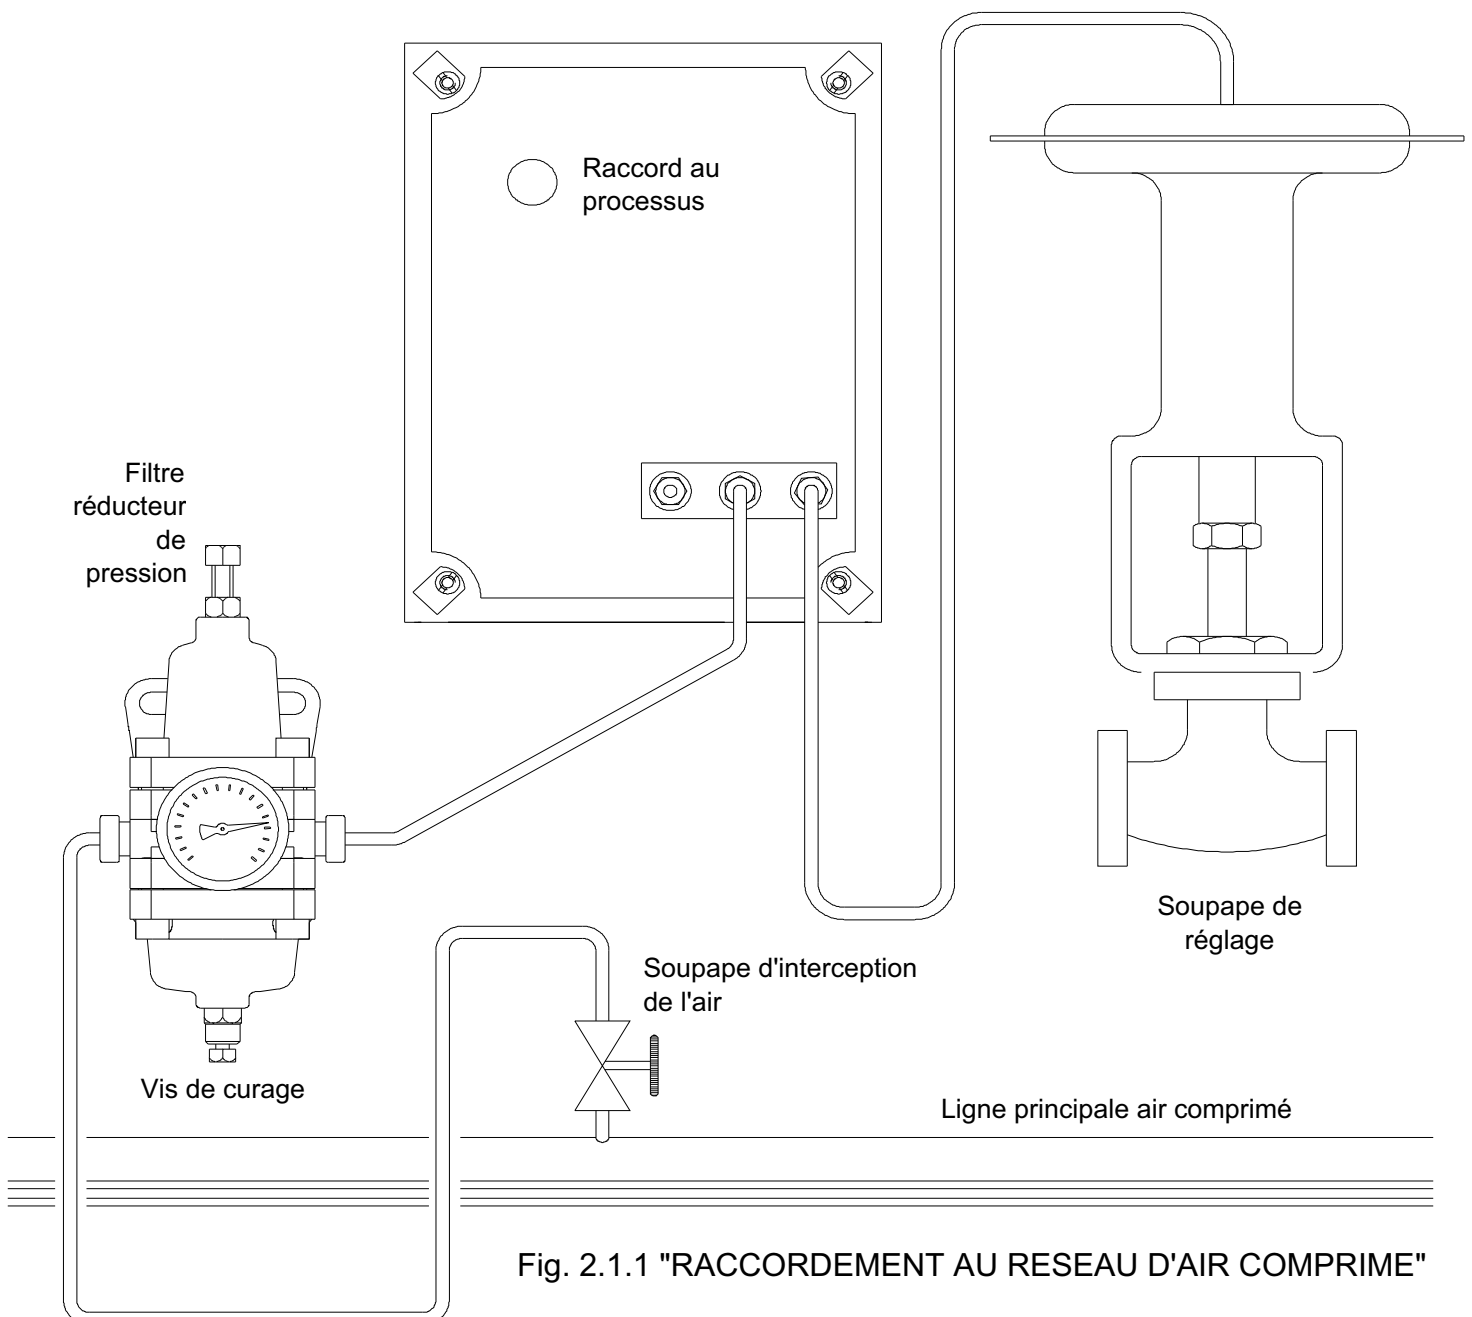
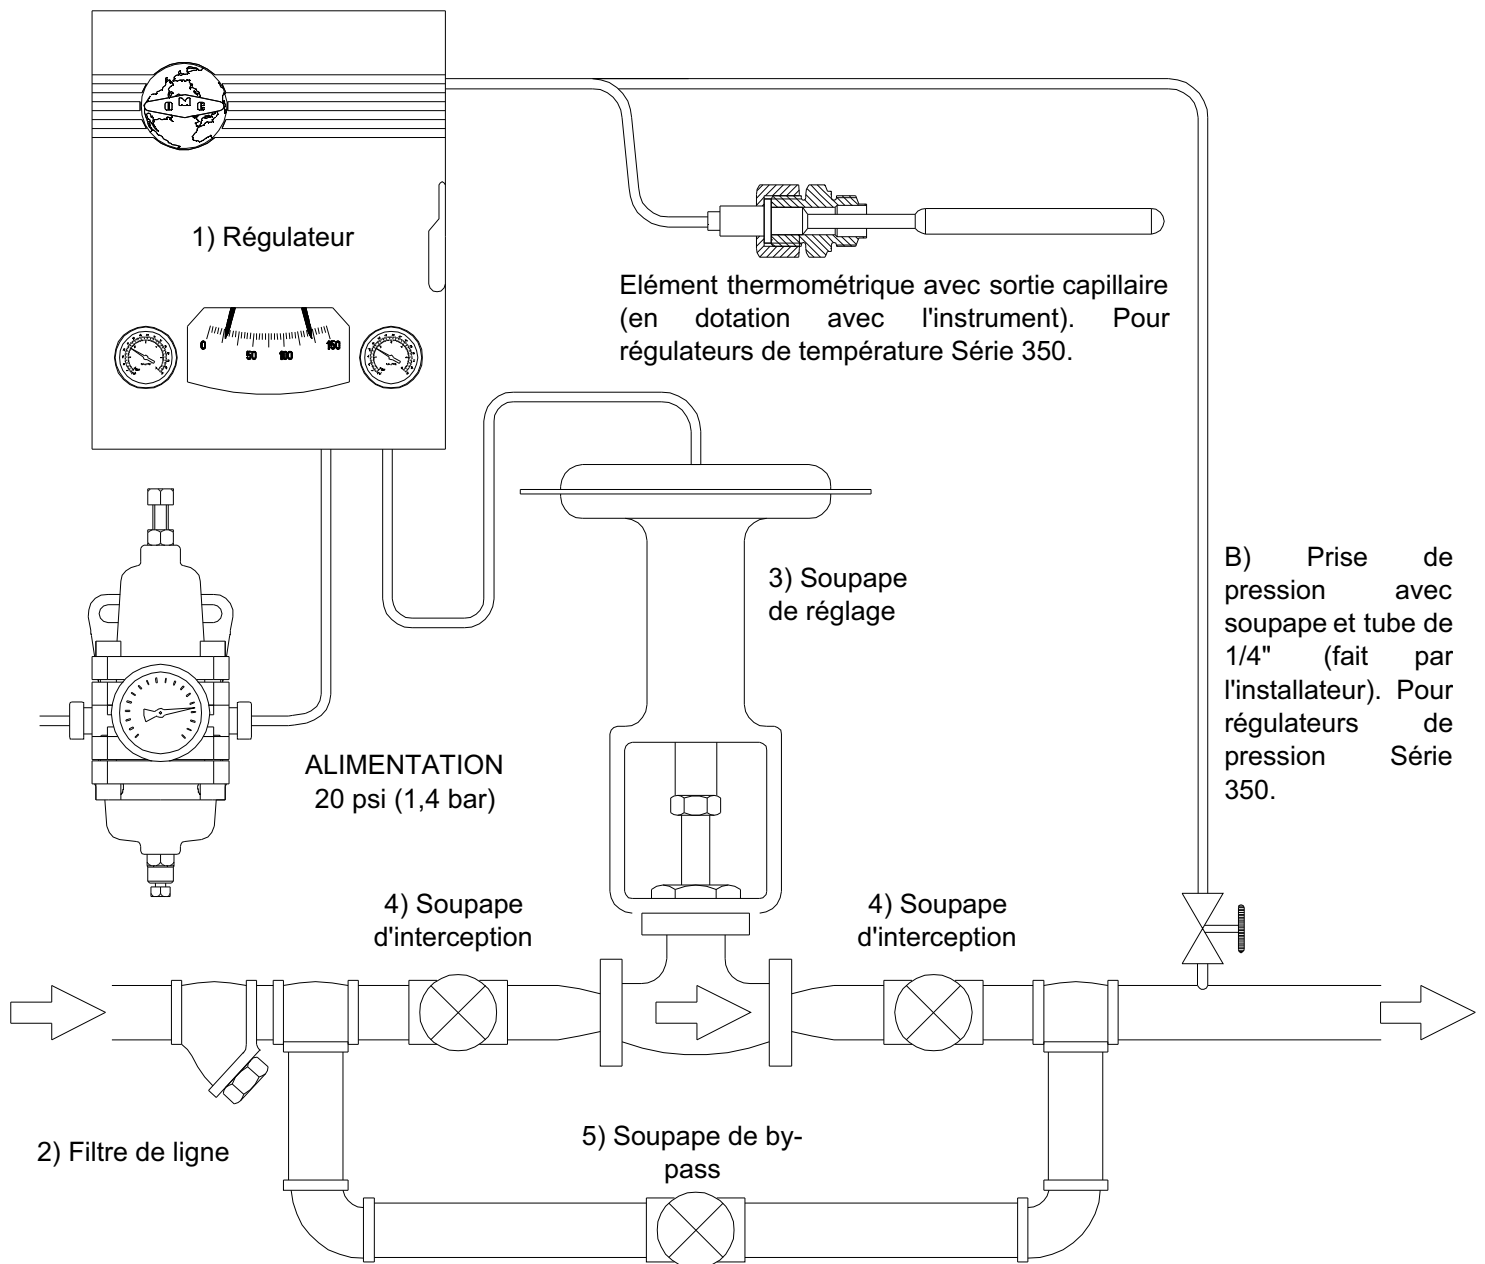

Fig. 2.1.1 "RACCORDEMENT AU RESEAU D'AIR COMPRIME"
Fig. 2.2.1 "RACCORDEMENT A LA SOUPE DE REGLAGE"
### 2.1. RACCORDEMENT AU RESEAU AIR COMPRIME (Fig. 2.1.1)
## 2.2. RACCORDEMENT A LA SOUPE DE REGLAGE (Fig. 2.2.1)
**C** - Ouvrir totalement les soupapes d'interception placées en amont et en aval de la soupape de réglage, en s'assurant que la soupape de by-pass soit fermée (voir Fig. 2.2.1)
**A** - Alimenter l'appareil avec de l'air à 20 psi ( $\pm 1,5$ ) et ouvrir la vis de curage du filtre réducteur de pression (voir Fig. 2.1.1) jusqu'au complet échappement d'éventuels condensats.
**B** - En agissant sur la poignée de "Set-Point" (25), placer l'indicateur rouge (22) du régulateur sur la valeur désirée.
**C** - Tourner la bande proportionnelle (10) à 0% en s'assurant que l'action de l'instrument soit correcte (DIRECT = signal de sortie directement proportionnel au variable réglé; REVERSE = signal de sortie inversement proportionnel au variable réglé).
**D** - Si la soupape de réglage (3) est équipée d'un by-pass (5), contrôler que celle-ci soit bien fermée et que la soupape d'interception en aval (4) soit complètement ouverte (voir Fig.2.2.1).
**E** - Ouvrir lentement et complètement la soupape d'interception en amont de la soupape de réglage (voir 4 Fig. 2.2.1).
**C** - Tourner la bande proportionnelle (10) à 20% en s'assurant que l'action de l'instrument est celle demandée (DIRECT = signal de sortie directement proportionnel au variable réglé; REVERSE = signal de sortie inversement proportionnel au variable réglé).
**D** - Si la soupape de réglage (3) est équipée d'un by-pass (5), contrôler qu'elle soit bien fermée et que la soupape d'interception en aval (4) soit complètement ouverte (voir Fig.2.2.1).
**E** - Ouvrir lentement et complètement la soupape d'interception en amont de la soupape de réglage (4 Fig. 2.2.1).
**H** - Il arrive parfois que l'indicateur noir de mesure ne coïncide pas parfaitement avec l'indicateur rouge de la valeur désirée. Pour éliminer l'écartement, tourner légèrement et manuellement le collier pour remettre à l'état initial (14).
**B** - Ouvrir la soupape (48) de l'action intégrale en la tournant dans le sens des aiguilles d'une montre. En agissant sur la poignée de "Set-Point" (25), déplacer l'indicateur rouge (22) du régulateur de façon à conduire le manomètre du signal de sortie (21) à la valeur de 9 psi. Fermer complètement la soupape (48) en la tournant dans le sens contraire des aiguilles d'une montre jusqu'à l'arrêt.
**C** - En agissant de nouveau sur la poignée de "Set-Point" (25), placer l'indicateur rouge (22) du régulateur sur la valeur désirée.
**D** - Tourner la bande proportionnelle (10) à 20% en s'assurant que l'action de l'instrument est celle demandée (DIRECT = signal de sortie directement proportionnel au variable réglé; REVERSE = signal de sortie inversement proportionnel au variable réglé).
**E** - Si la soupape de réglage (3) est équipée d'un by-pass (5), contrôler que celle-ci soit bien fermée et que la soupape d'interception en aval (4) soit complètement ouverte (voir Fig.2.2.1).
**F** - Ouvrir lentement et complètement la soupape d'interception en amont de la soupape de réglage ( 4 Fig. 2.2.1).
**I** - Il arrive parfois que la plume écrivante ne coïncide pas parfaitement avec l'indicateur rouge de la valeur désirée. Pour éliminer l'écartement, ouvrir graduellement la soupape (48) de l'action intégrale jusqu'à la superposition des indicateurs et causer uner perturbation artificielle en déplaçant rapidement l'indicateur rouge de Set-Point; si la plume écrivante commence à osciller, fermer lentement la soupape (48) jusqu'à l'amortissement de l'oscillation et à la superposition des deux indicateurs. Causer de nouveau une perturbation et vérifier l'oscillation de l'indicateur noir; si nécessaire agir de nouveau sur la soupape (48) et répéter le contrôle.
- A** - Ouvrir la soupape de l'action de dérivation en tournant la poignée (53) dans le sens des aiguilles d'une montre.
- B** - Alimenter l'appareil avec de l'air à 20 psi ( $\pm 1,5$ ) et ouvrir la vis de curage du filtre réducteur de pression (voir Fig. 2.1.1) jusqu'au complet échappement d'éventuels condensats.
- C** - Ouvrir la soupape de l'action intégrale en tournant la poignée (48) dans le sens des aiguilles d'une montre. En agissant sur la poignée de "Set-Point" (25), déplacer l'indicateur rouge (22) du régulateur de façon à conduire le manomètre du signal en sortie (21) à la valeur de 9 psi. Fermer complètement la soupape (48) en la tournant dans le sens contraire des aiguilles d'une montre jusqu'à l'arrêt.
- D** - En agissant de nouveau sur la poignée de "Set-Point" (25), placer l'indicateur rouge (22) du régulateur sur la valeur désirée.
- E** - Tourner la bande proportionnelle (10) à 20% en s'assurant que l'action de l'instrument soit celle demandée (DIRECT=signal de sortie directement proportionnel au variable réglé; REVERSE=signal de sortie inversement proportionnel au variable réglé).
- F** - Si la soupape pneumatique (3) est équipée d'un by-pass (5), contrôler que celle-ci soit bien fermée et que la soupape d'interception en aval (4) soit complètement ouverte (voir Fig.2.2.1).
- G** - Ouvrir lentement et complètement la soupape d'interception en amont de la soupape ( 4 Fig. 2.2.1).
- L** - Il arrive parfois que l'indicateur noir de mesure ne coïncide pas parfaitement avec l'indicateur rouge de la valeur désirée. Pour éliminer l'écartement, ouvrir graduellement la soupape (48) de l'action intégrale jusqu'à la superposition des indicateurs et causer une perturbation artificielle en déplaçant rapidement l'indicateur l'indicateur rouge de Set-Point; si la plume écrivante commence à osciller, fermer lentement la soupape (48) jusqu'à l'amortissement de l'oscillation et à la superposition des deux indicateurs. Causer de nouveau une perturbation et vérifier l'oscillation de la plume écrivante; si nécessaire agir encore sur la soupape (48) et répéter le contrôle. Si, lors de cette opération, le manomètre (21) indique des valeurs inférieures à 4 psi ou supérieures à 12 psi, fermer graduellement la soupape (53) de l'action dérivée, jusqu'à atteindre des valeurs entre 4÷12 psi pendant le réglage.
- A** - Alimenter l'appareil avec de l'air à 20 psi ( $\pm 1,5$ ) et ouvrir la vis de curage du filtre réducteur de pression (voir Fig.2.1.1) jusqu'au complet échappement d'éventuels condensats.